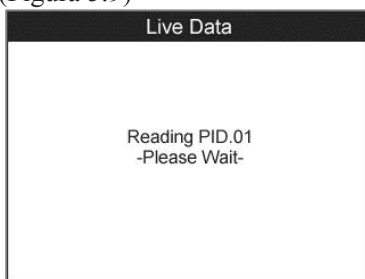

Figura 5.9
- 2) Espere unos segundos mientras la herramienta de escaneo valida el **MAPA PID**. (Figura 5.9)